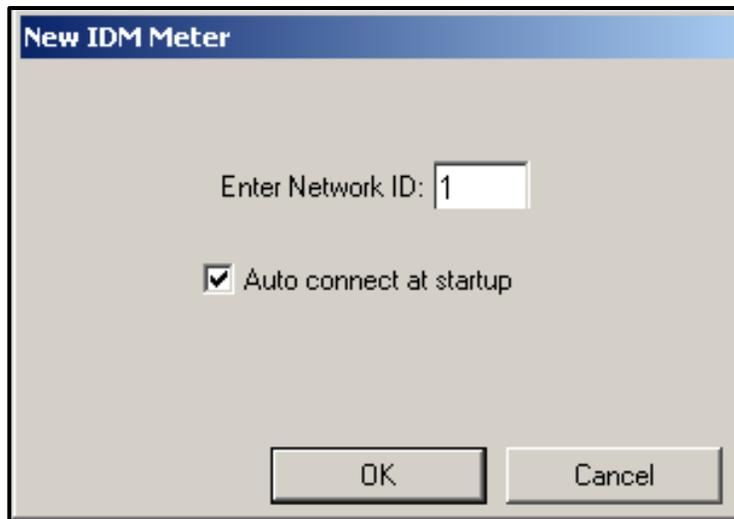

Figura 36: Pantalla de nuevo medidor IDM
4. Se abre la pantalla *New IDM Meter* (*Nuevo medidor IDM*) (mostrada en la Figura 36). Introduzca el número de ID de red del medidor y haga clic en [OK] (*Aceptar*).